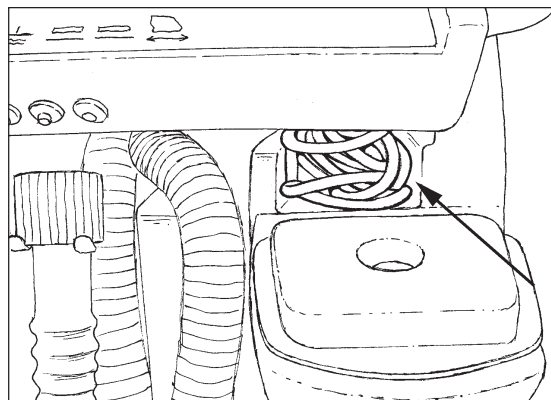
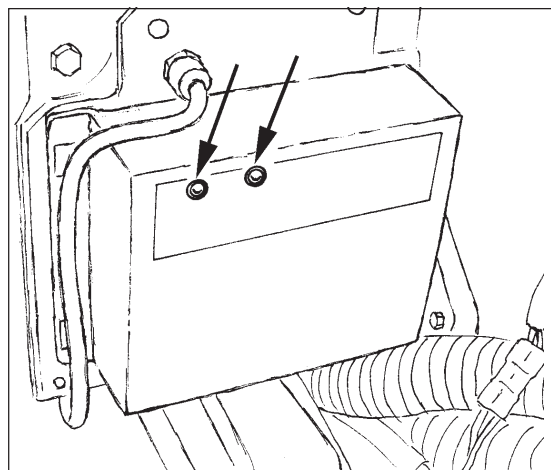

Figure 16
Figure 17
5. Les modèles Focus 17/20 est équipé d'un chargeur intégré placé derrière le réservoir de récupération (Voir Figure 17). Le chargeur est un chargeur 3 à étapes conçu pour maximiser la durée de vie de la batterie. Le câble d'alimentation CA au chargeur intégré est situé dans son compartiment de rangement au-dessous de la poignée de commande à l'arrière de la machine (Voir Figure 16). Tirez le câble du compartiment de rangement.
- **Étape d'Absorption** - À l'étape d'absorption, les voyants rouge et vert seront illuminés sur le chargeur (Voir Figure 17). Pendant cette étape, le chargeur maintient une tension constante et laisse les batteries absorber la charge à leur vitesse propre.
- **Étape de Stabilité et de Maintenance** - À l'étape de maintenance, le voyant rouge s'éteint et seul le voyant vert sera illuminé sur le chargeur (Voir Figure 17). Pendant cette étape, le chargeur applique une tension plus faible et étroitement régulée afin de maintenir une charge complète et d'empêcher que les batteries se déchargent. Les batteries peuvent être connectées indéfiniment sans risquer de s'abîmer.
7. Débranchez le câble d'alimentation du chargeur de la prise murale avant d'alimenter le panneau de commande sur la machine. Rangez le câble d'alimentation du chargeur dans le compartiment de rangement placé au-dessous de la poignée de commande (Voir Figure 16).